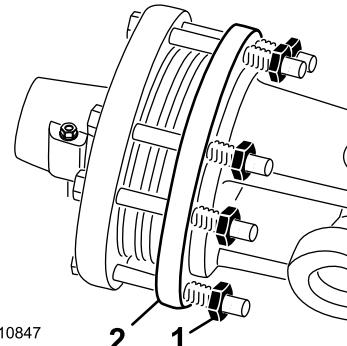

Figura 50
- No final da época, solte cada uma das porcas da embraiagem 2 voltas (Figura 50).